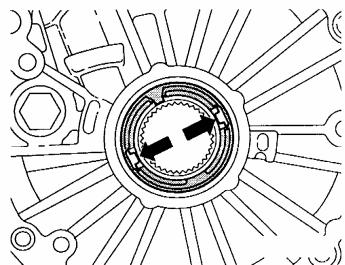

图 12-114 止动卡簧
- ①向左转动转向装置至停止块，如果左传动轴上方有护板的话，应拆下。
- ②从法兰轴上松开传动轴。
- ③将盛油盘放到下面，拆卸法兰轴。
- ④用 VW 681 拉出法兰盘的密封圈。
- ⑤拆卸转速表的传感器。
- ⑥用螺丝刀把止动卡簧按图 12-114 箭头方向压，通过互换的拉出手柄，拆卸主动轮。